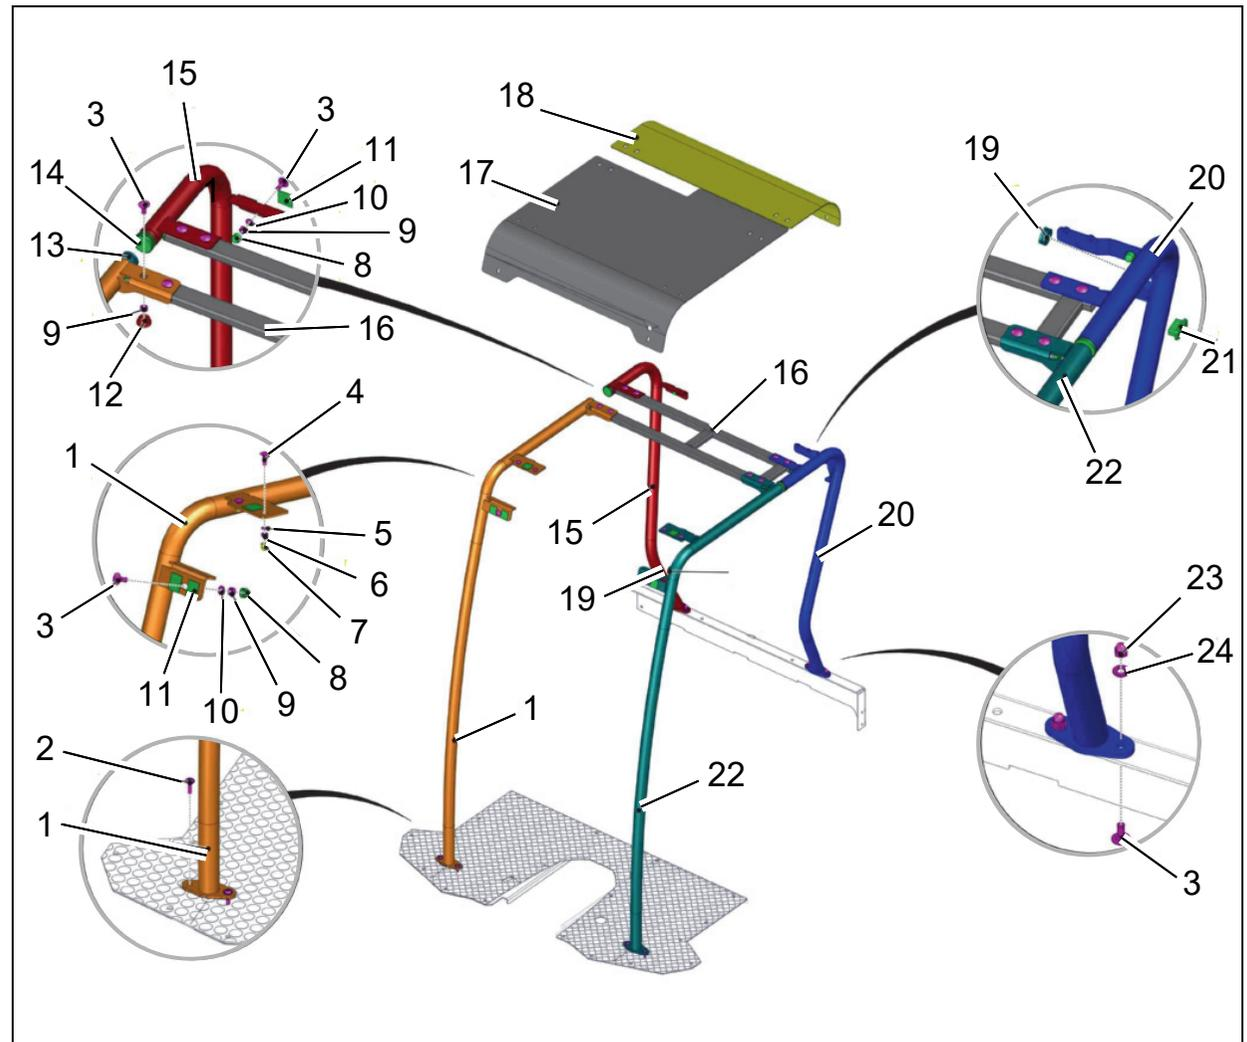
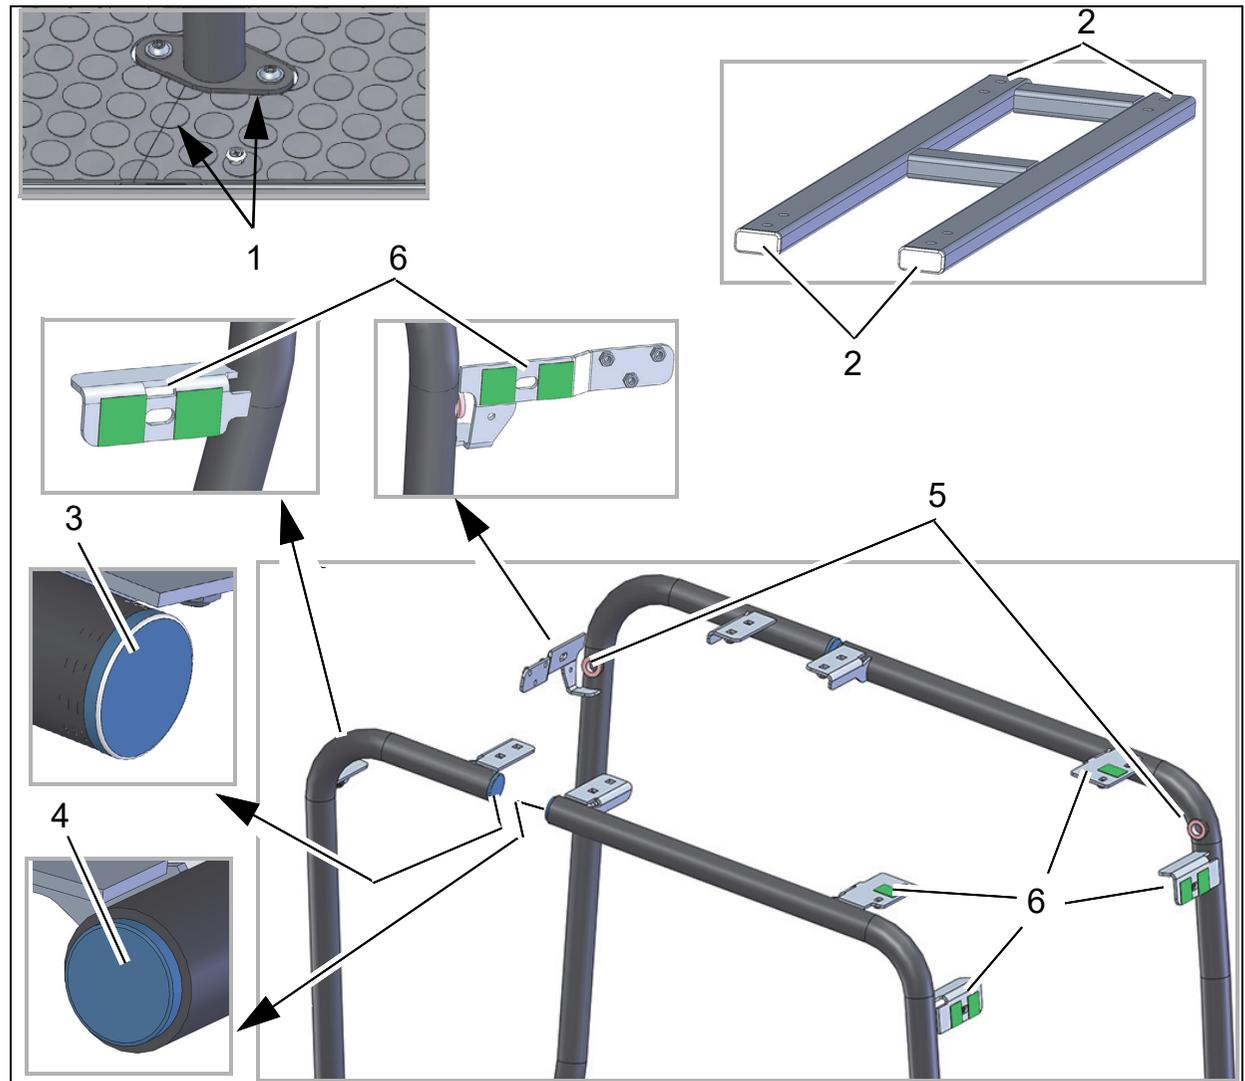
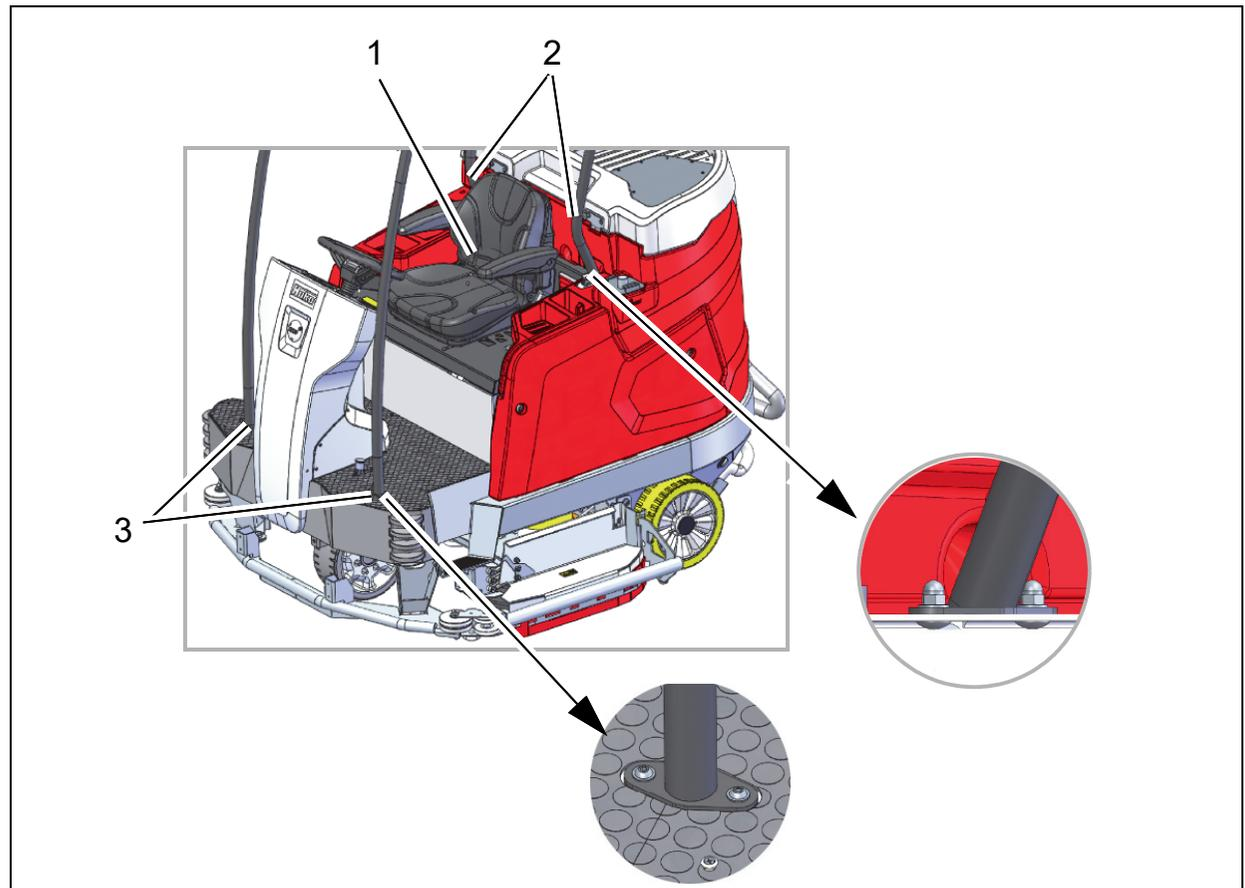

Abb. 1
Abb. 2
Abb. 3
1. Bodenmatte (Abb. 2/1) beidseitig an der Perforation auftrennen. Fläche für die vorderen Holme entfernen.
2. Die vier Verschlussstopfen (Abb. 1/21) in die offenen Enden des Rahmens einsetzen (Abb. 2/2).
3. Die zwei Verschlussstopfen (Abb. 1/14) in die offenen Enden der beiden hinteren Holme einsetzen (Abb. 2/3).
4. Die zwei Verschlussstopfen (Abb. 1/13) in die offenen Enden der beiden vorderen Holme einsetzen (Abb. 2/4).
5. Kabelmuffen montieren (Abb. 2/5).
Die 10 Dichtstreifen (grün dargestellt) laut Abbildung 2/6 auf die Flächen kleben.
1. Die Sitzkonsole nach vorn klappen (Abb. 3/1).
2. Die beiden hinteren Holme (Abb. 3/2) mit den Flachrundschrauben, Sperrkantscheiben und Hutmuttern (siehe Abb. 1) am L-Profil hinter dem Sitz befestigen.
3. Die vorderen Holme (Abb. 3/3) mit den Linsenflanschschrauben M8x25 am Boden befestigen. Schrauben mit 28990083 Loctite Typ 234 sichern.